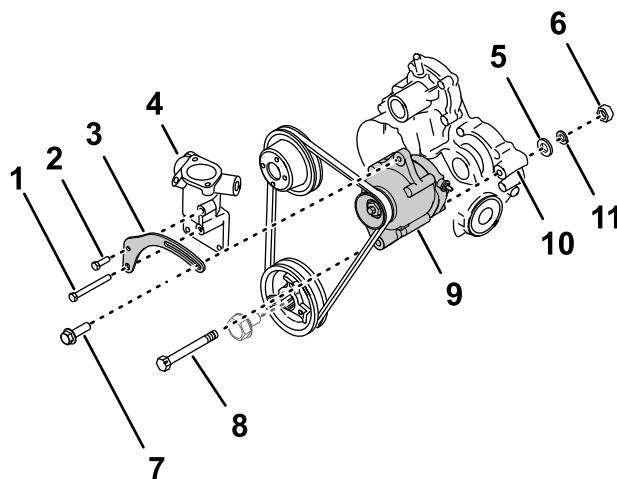

Рисунок 243
1. Совместите отверстия в новом кронштейне натяжителя ремня с отверстиями в корпусе термостата (Рисунок 243).
2. Установите кронштейн натяжителя ремня на корпус термостата и головку блока цилиндров при помощи короткого болта кронштейна натяжителя, вставленного в верхнее отверстие, и длинного болта кронштейна натяжителя, вставленного в нижнее отверстие (Рисунок 243).
4. Совместите нижнее отверстие в генераторе (60 А) с отверстием в корпусе редуктора двигателя и наденьте ремень на шкив генератора (Рисунок 243).
- Установите, не затягивая, гайку (10 мм) на шарнирный болт (Рисунок 243).
- Проденьте стопорный болт генератора через проем в кронштейне натяжителя ремня и вставьте в резьбовое отверстие в генераторе (Рисунок 243).
- Поверните генератор наружу так, чтобы ремень прогнулся на 10 мм при приложении усилия 4,5 кг в середине ремня между шкивами (Рисунок 243).